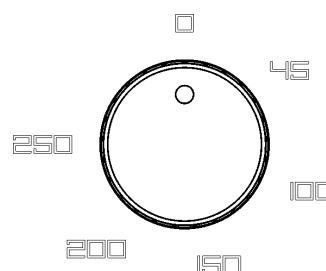

Fig. 1
Un régulateur d'énergie permet d'utiliser l'appareil sur plusieurs positions (voir fig. 1).
Nettoyer la plaque de cuisson lorsque sa température est d'environ 50-60°C car cette température facilite l'élimination des résidus alimentaires. Si la plaque est froide, mettre le bouton du thermostat (7) sur 50-60°C. Si elle est incandescente, attendre que la température redescende. Dans ce cas, afin de connaître la température de la plaque, faire tourner le bouton du thermostat (7) jusqu'à ce que le voyant (9) s'allume et lire la température indiquée (figure 1), puis remettre le bouton du thermostat (7) sur « 0-Off ».